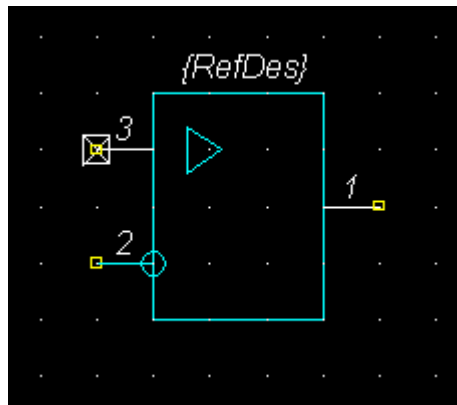

Рис. 25 Первая часть символа ИМС LM358N
- 9.3 Нарисуйте символы первой части микросхемы (рис. 25).